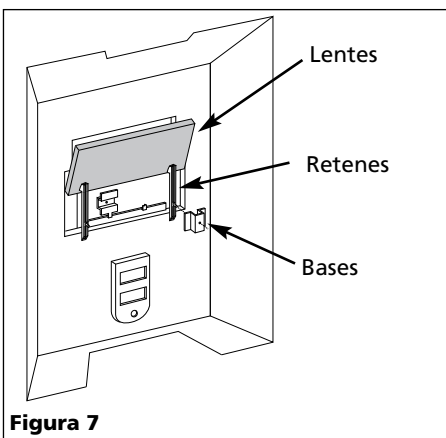

Figura 7
3. Coloque las bases sobre los pasadores de los retenes de los lentes (Vea la Figura 7).